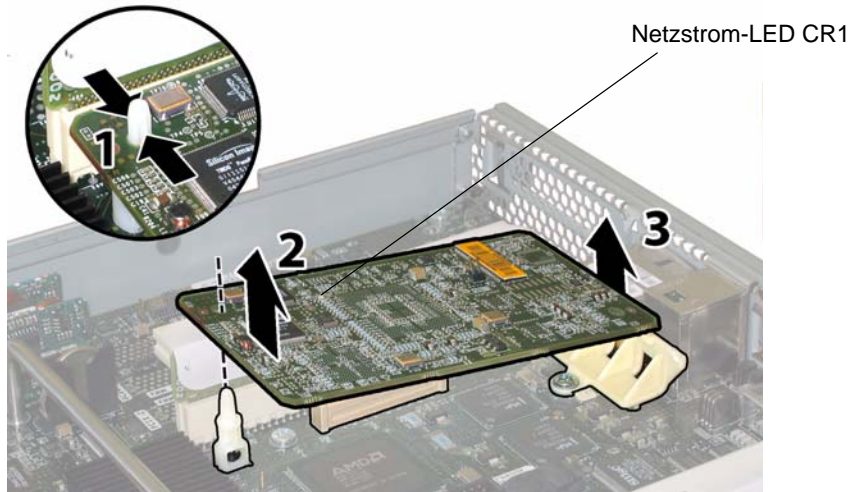

ABBILDUNG 3-30 Ausbauen der GRASP-Platine
4. Drücken Sie den aus der Karte herausragenden Abstandshalter aus Kunststoff zusammen, um die Sicherungslaschen zu entsperren. Siehe ABBILDUNG 3-30.